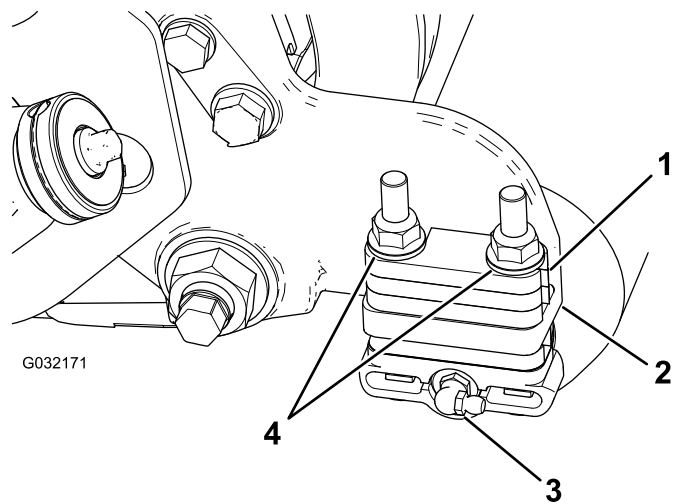

图 6
1. 从滚刀组的滚筒刷架一侧拆除滚筒的黄油嘴图 6。
3. 拆下将每个滚筒支架固定到每个侧板的 2 个凸缘锁紧螺母以及位于侧板安装法兰顶部的所有 6mm 隔片图 6。